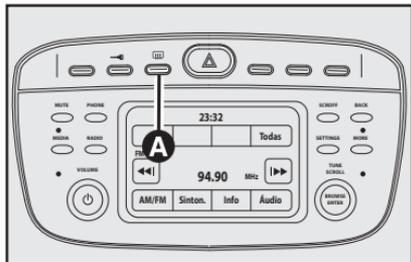

fig. 61
DESEMBAÇAMENTO/ DESCONGELAMENTO DO VIDRO TRASEIRO TÉRMICO - fig. 61
- vidro traseiro térmico (para acionar/desacionar somente vidro traseiro térmico, pressionar o botão **A - fig. 61**);